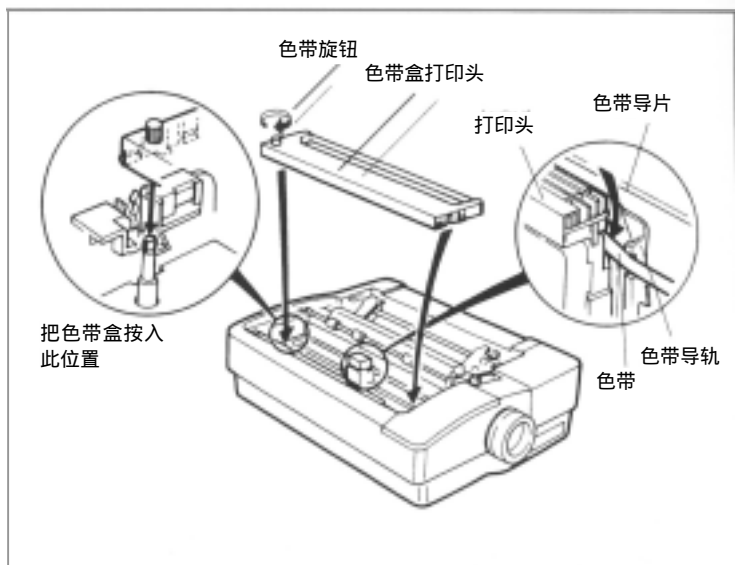

图 1-5 安装色带
3. 将色带盒放入相应位置，并立即按下。如果安装正确，色带盒则被卡紧，不容易脱落。如图 1-5 所示。
4. 把新色带放在打印头和色带导片之间。不要将色带强行压入导片与字车架底盘之间。见图 1-5。